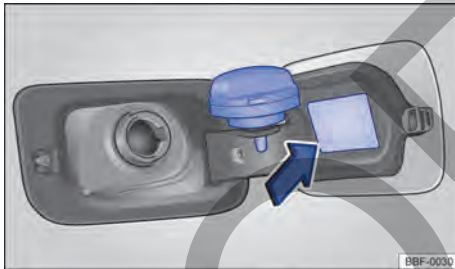

Fig. 121 Portezuela del depósito de combustible abierta con el tapón de cierre del depósito de combustible colgado.
- Retirar la tapa del depósito girándola en sentido antihorario y encajarla en el soporte de la portezuela del depósito → fig. 121.